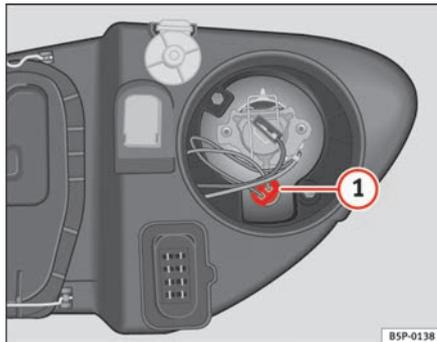

Fig. 184 Luz de población
- Extraiga el portalámparas ⇒ fig. 184 **1** hacia fuera.